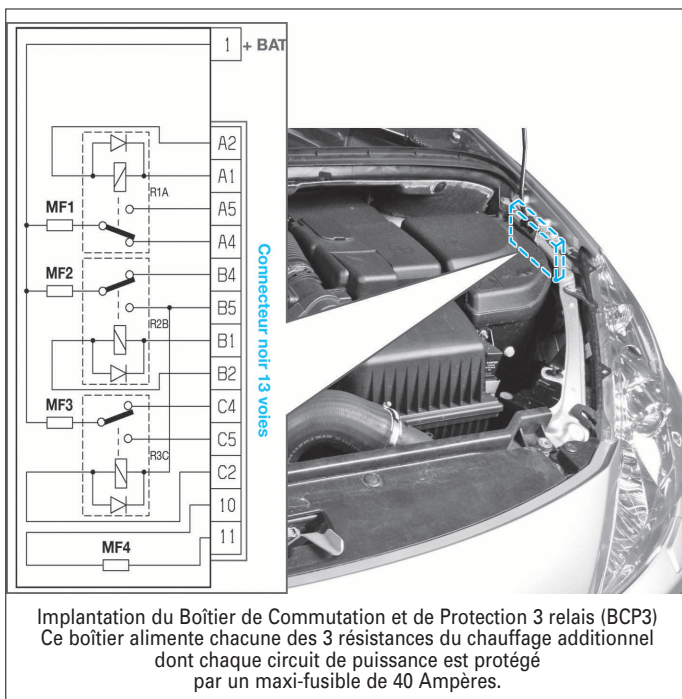

FIG. 2
- dans le compartiment moteur, le long de la platine de servitude, sur le Boîtier de Commutation et de Protection 3 relais (BCP3) (Fig.2).